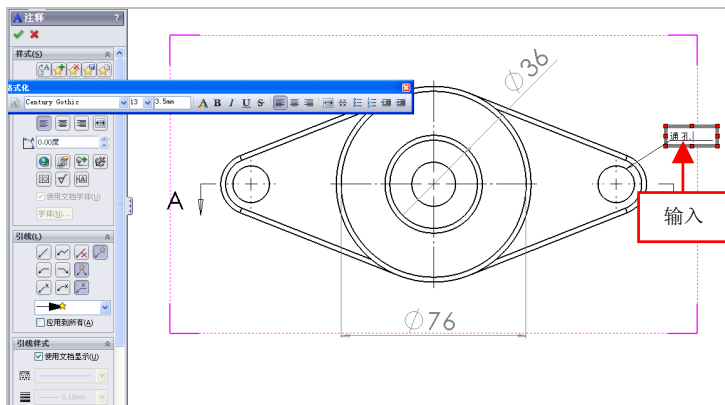

图 12-28 输入文字对象
(3) 弹出【注释】属性管理器，向右移动鼠标指针至合适的位置，单击鼠标左键，弹出【格式化】对话框和文本框，在文本框中，输入【通孔】文本，如图 12-28 所示。